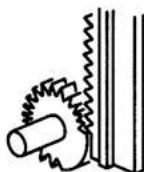

Fig. 6
- Tourner l'axe (70) en arrière jusqu'à ce que la came du pignon situé sur l'axe (70) et la came du pignon (71) soient en contact.
- Pousser le levier de commande (106)
- Engager les crémaillères du logement cassette de telle sorte que leurs premières dents soient engagées dans les premiers creux des pignons de l'axe (70) (voir fig. 6), et appuyer sur le logement cassette.